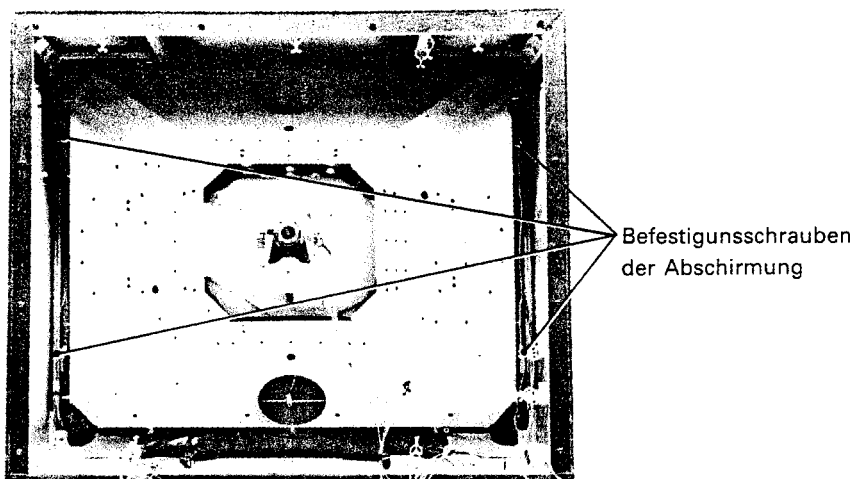

Abb. 15-3
7. Die vier (7mm) Imbusschrauben, die das Abschirmblech halten, entfernen und das Abschirmblech nach hinten abziehen. Siehe Abb. 15-3